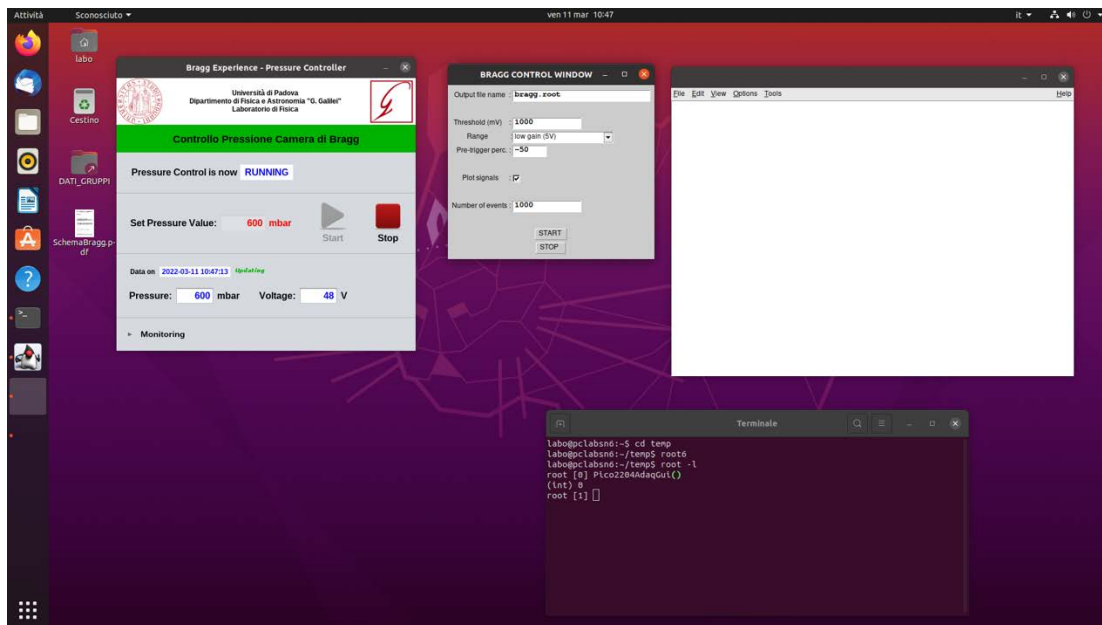

Figura 3: esempio di sessione si lavoro su un PC del laboratorio
- posizionare le finestre in modo da averle tutte accessibili tipo in figura 3